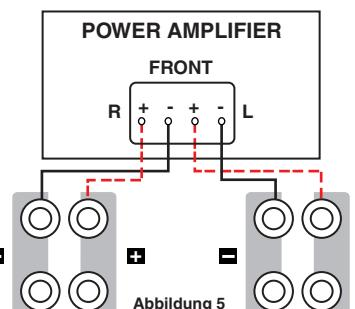

Abbildung 5
**Hinweis:** Um einen korrekten Betrieb sicherzustellen, muss das Kabel vom roten Terminal (+) am Lautsprecher mit dem roten Terminal (+) an Ihrem Verstärker oder Receiver verbunden werden. Entsprechend muss das Kabel vom schwarzen Terminal (-) am Lautsprecher mit dem schwarzen Terminal (-) an Ihrem Verstärker oder Receiver verbunden werden. (Abb. 5)